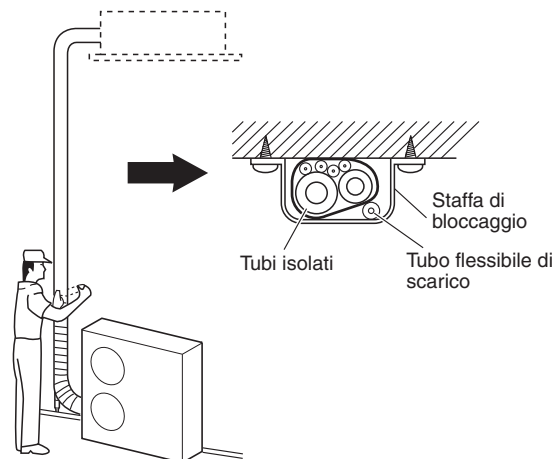

Fig. 5-9
- (1) In questa fase i tubi del refrigerante (e i cavi elettrici, se consentito dalle normative locali) devono essere nastrati con del nastro di rinforzo formando un solo fascio. Per prevenire la formazione di condensa dovuta al trabocco della coppa di scolo, tenere separati il tubo di scarico e quello del refrigerante.
- (2) Avvolgere il nastro di rinforzo dal fondo dell'unità esterna sino al punto la tubazione entra nella parete. Durante l'avvolgimento del fascio di tubi, sovrapporre metà dell'altezza del nastro alla spira immediatamente precedente.
- (3) Fissare il fascio dei tubi alla parete usando una fascetta ogni metro circa. (Fig. 5-9)